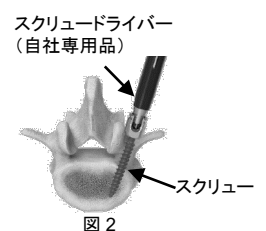

図 2
2) スクリューを刺入する。(図 2)
ガイドを用いる場合には、ガイドをスクリューに装着する(図2)。